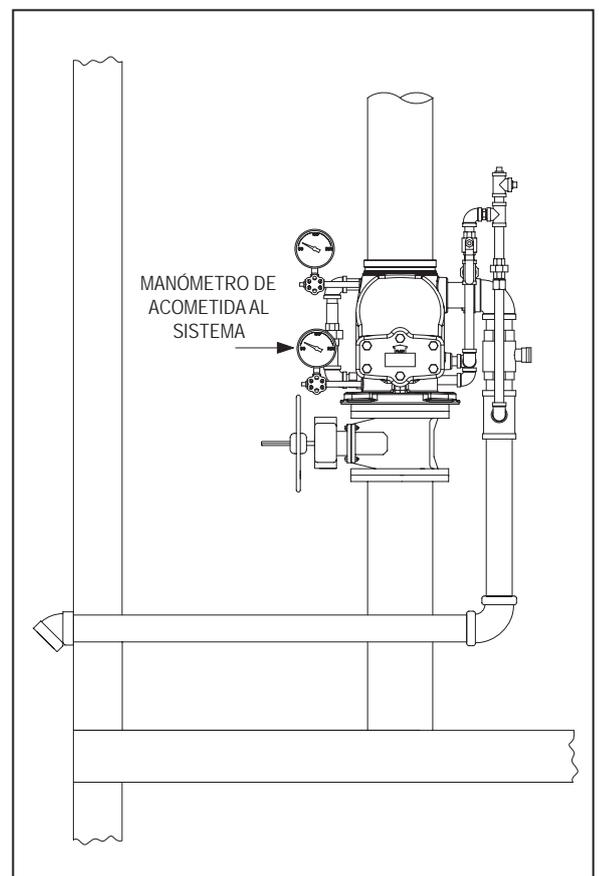

Figura 40
4. Registrar la indicación del manómetro de acometida al sistema (Figura 40).